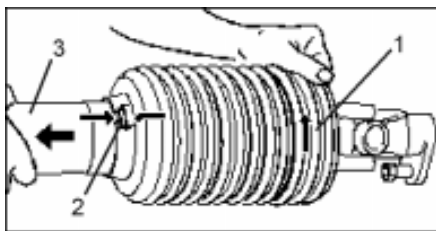

Fig. 9
- Vrid tratten (Fig. 9/1) i monteringsposition (Fig. 9/2)
- Tag av skyddshöljet (Fig. 9/3)